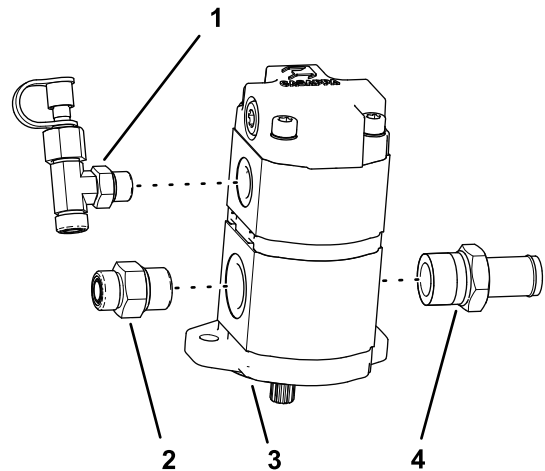

Figura 106
1. Retire el acoplamiento recto de la bomba hidráulica (Figura 106).
2. Retire el acoplamiento en T (con acoplamiento de prueba y tapón) de la bomba hidráulica (Figura 106).
3. Retire el acoplamiento dentado de la bomba hidráulica (Figura 106).